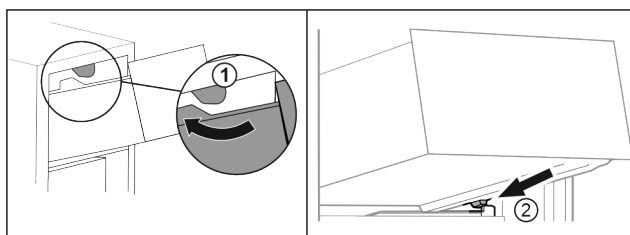

Fig. 77
- Прокарайте чекмеджето около горните ограничители. Fig. 77 (1)
- Поставете чекмеджето под ъгъл зад долните ограничители върху ребро на съда. Fig. 77 (2)